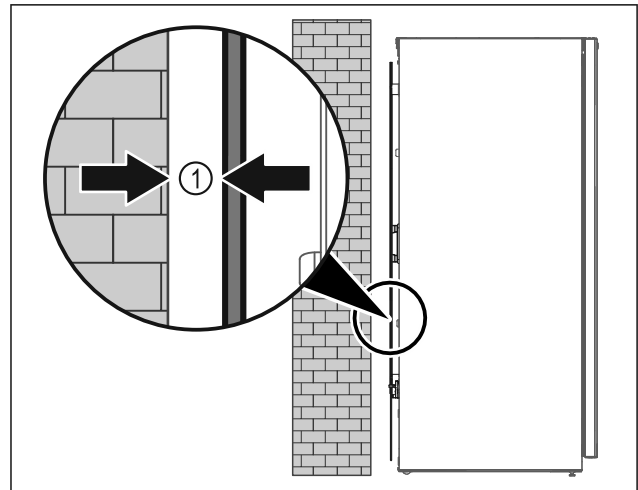

Fig. 7
- ▶ Ustavte spotřebič buď volně v místnosti nebo přímo u stěny v minimální vzdálenosti 5 mm Fig. 7 (1).